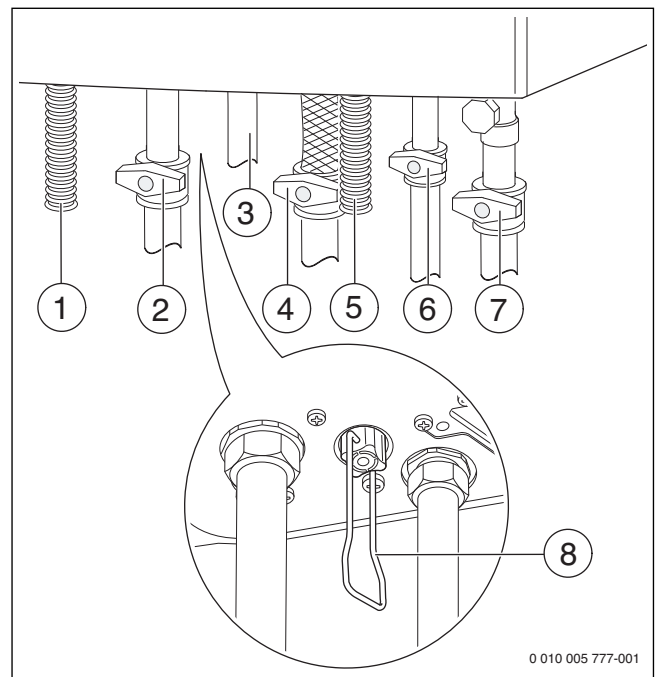

Fig. 26 Racorduri pe partea de gaz și apă (accesorii)
- ▶ Aparate WBC...DCE: deschideți robinetul pentru apă rece (→ fig 26) și un robinet pentru apă caldă până când curge apă.
- ▶ Deschideți robinetul pe turul încălzirii și cel pe returul încălzirii (→ fig 26).
- ▶ Alimentați instalația de încălzire până la o presiune de 1 până la 2 bar la robinetul de alimentare și golire (→ fig 26) și închideți din nou robinetul de alimentare și golire.